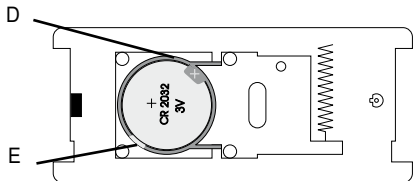

Abbildung 2: Batteriefach Ruftaster
- d) Die Batterie (Knopfzelle CR 2032) kann jetzt in die Plastikhalterung auf der Platine (Abb.2 D) eingelegt werden.
- e) Wollen Sie eine Batterie auswechseln, dann entfernen Sie die vorherige mit einem kleinen flachen Schraubendreher aus ihrer Plastikhalterung durch vorsichtiges Anheben an der Ecke (Abb.2 E). Anschließend können Sie eine neue Batterie einlegen. Bitte achten Sie auf die richtige Polarität der Batterie.